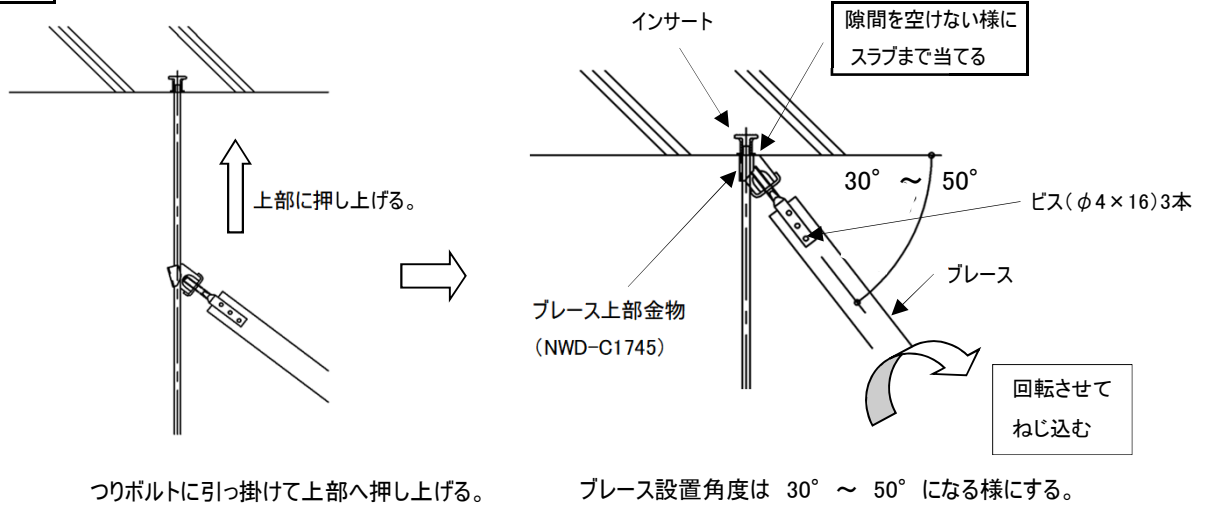

図 2-12 ブレースの取付方法
- ② つりボルトにブレース上部金物を引っ掛けてスラブ面まで押し上げ、ブレースを回転させて締め付ける。取付け位置は、インサート及びスラブに上部金物が当たるまでとし、スラブとの隙間は空けないこと。(図2-12参照)